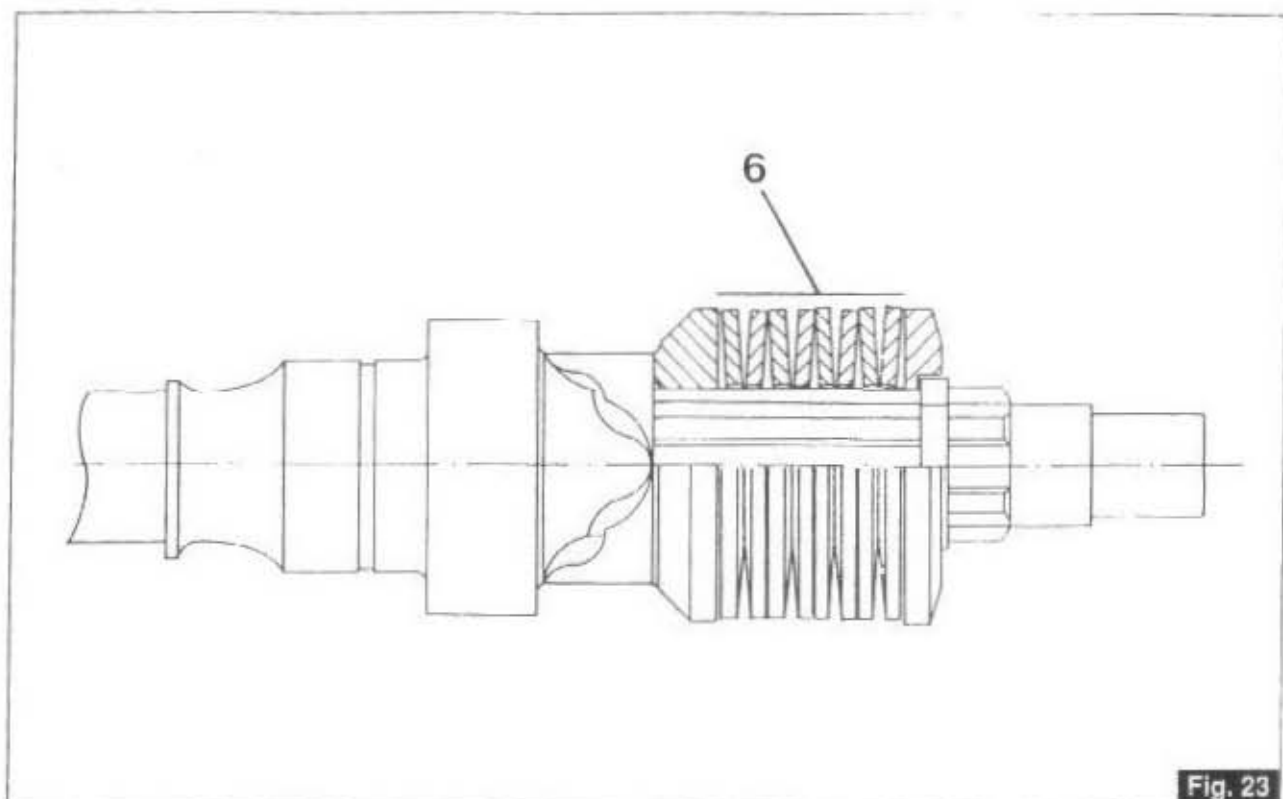

Fig. 23
La fig. 23 mostra la corretta posizione di montaggio delle molle a tazza pos. 6.
The fig. 23 shows the right assembly position of the cup springs pos. 6.